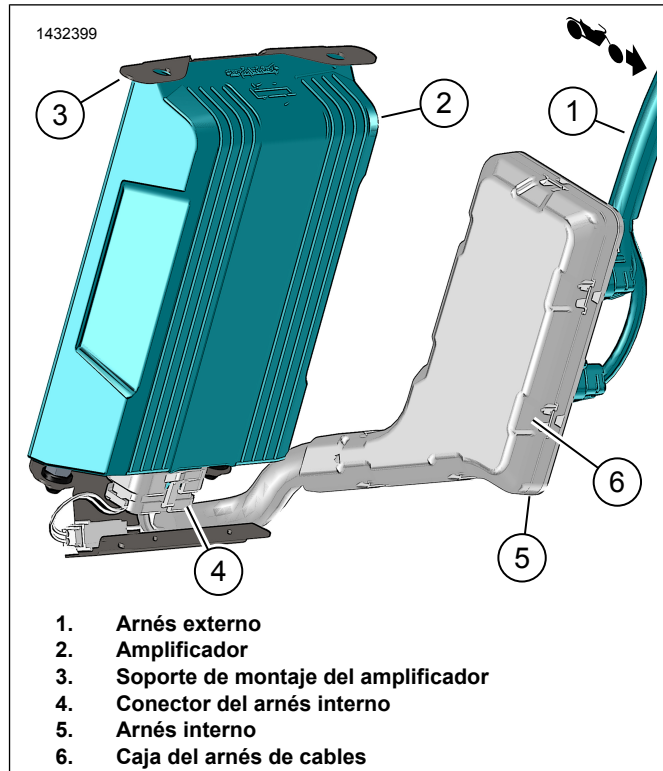

Figura 14. Conjunto del amplificador de la alforja derecha
6. Figura 14 Conecte el conector interno del arnés (4) al amplificador (2).
10. Figura 14 Instale la cubierta del arnés de cables (6).